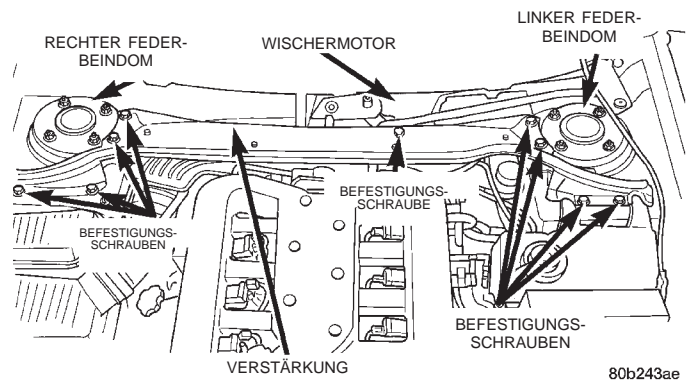

Abb. 19 Befestigung der Verstärkung am Fahrzeug
(7) Die acht Schrauben ausbauen, mit denen die Verstärkung (Abb. 19) an den Federbeindomen montiert ist. Eine Schraube (Abb. 19) lösen, mit der der Wischermotor an der Verstärkung montiert ist. Verstärkung aus dem Fahrzeug ausbauen.
(17) Die Verstärkung (Abb. 19) im Fahrzeug einbauen. Die acht Schrauben einbauen, mit denen die Verstärkung an den Federbeindomen montiert wird (Abb. 19). Eine Schraube (Abb. 19) eindrehen, mit der der Wischermotor an der Verstärkung montiert wird.